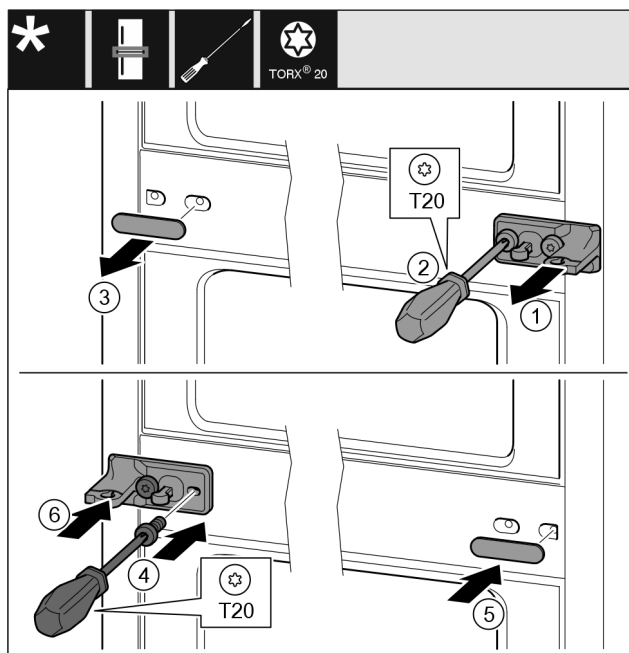

Fig. 29
- Extrageți șaiba Fig. 29 (1).
- Demontați șuruburile Fig. 29 (2) cu șurubelnița.
- Desprindeți cu precauție capacul Fig. 29 (3).
- Înșurubați ferm pe cealaltă parte suportul de lagăr cu folie Fig. 29 (4) rotit cu 180°.
- Atașați pe cealaltă parte capacul Fig. 29 (5) rotit cu 180°.
- Montați șaiba Fig. 29 (6) din față.